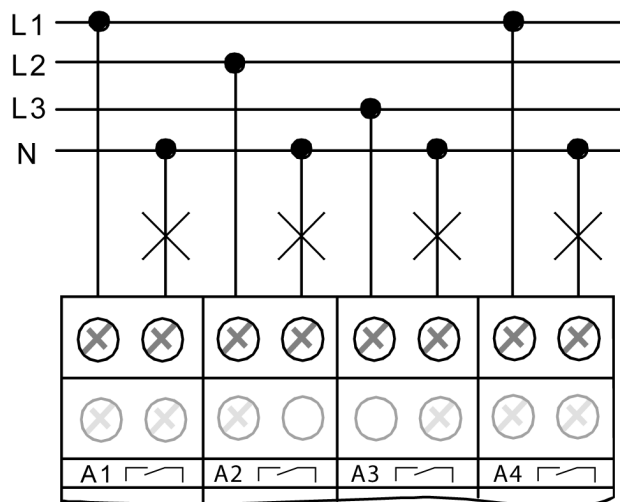

Figure 4: Raccordement électrique pour les charges en mode Commutation
- Raccorder les charges conformément à l'exemple de raccordement (figure 4).